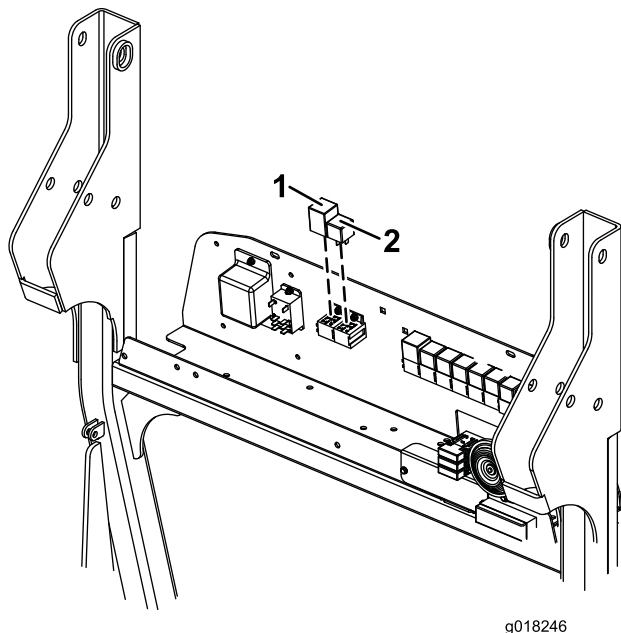

Figura 10
5. Enchufe el relé de intermitencia en el zócalo de relé libre de la izquierda, y enchufe el relé estándar más corto en el zócalo de relé libre de la derecha (Figura 10).